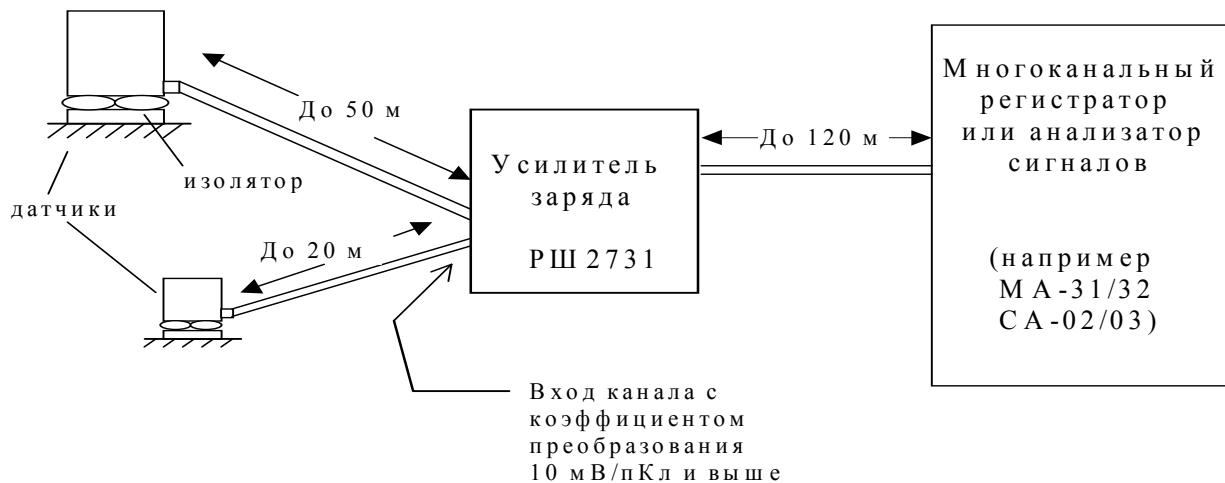

Рисунок 12.1
12.1.6 Рекомендуемая длина кабелей от усилителя до регистрирующего или показывающего оборудования (платы сбора данных, осциллографа) – не более 20 м. Рекомендуется также собрать кабели в плотный пучок для предотвращения появления земляных петель заметной площади (рис.12.1).